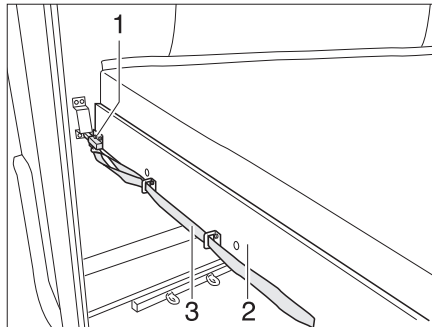

Fig. 169 Letto a castello (parte posteriore)
- Tirare l'asola (Fig. 169,3) e liberare il chiavistello (Fig. 169,1).
- Tirare in avanti il telaio portamaterasso (Fig. 169,2) con il materasso finché non si innesta.